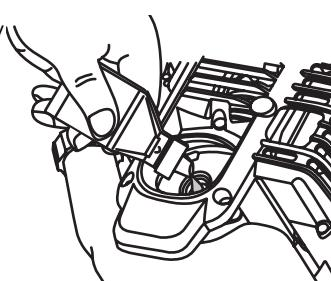

Fig. 17
- Retirez le bouchon / la jauge d'huile du carter-moteur. Versez tout le contenu de la bouteille d'huile dans le carter-moteur (Fig. 17).